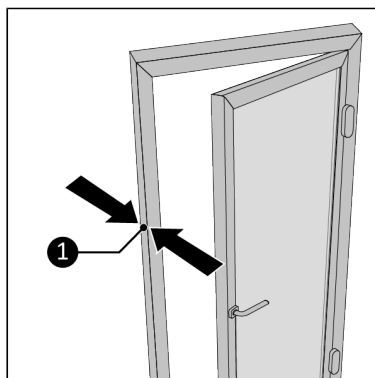

Figure 171.
2. Mesurez la largeur de la partie fixe du cadre de la fenêtre (Figure 171, pos. 1).